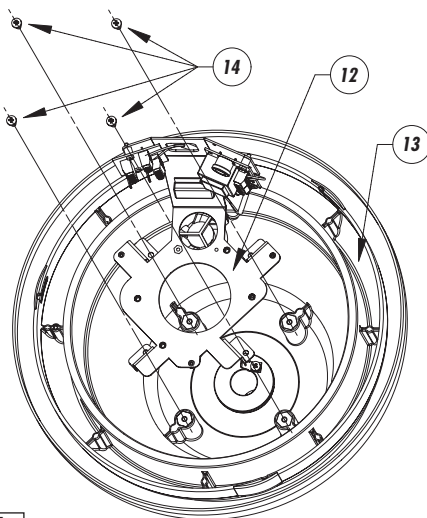
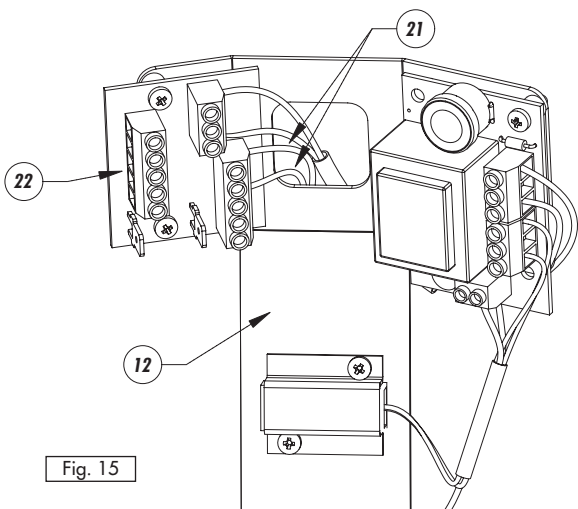

Fig. 11
Fig. 15
- Fissare (Fig. 11) la piastra di riscaldamento (12) con i circuiti precedentemente cablati alla custodia a sfera (13) tramite le viti di fissaggio (14). I cavi in uscita (21) dalla scheda di alimentazione (22) dovranno passare all'esterno della piastra di riscaldamento (12) come illustrato in Fig. 15.
- Après le câblage des circuits, fixer (Fig. 11) la plaque du chauffage (12) au caisson dôme (13) au moyen des vis de blocage (14). Les câbles sortant (21) de la carte d'alimentation (22) doivent passer à l'extérieur de la plaque du chauffage (12) comme en Fig. 15.
- Fix (Fig. 11) the heating plate (12) with the pre-wired circuits to the dome housing (13) using the fastening screws (14). The output cables (21) coming from the power supply board (22) must pass to the external side of the heating plate (12) as shown in Fig. 15.
- Die Heizplatte (12) mit der zuvor verdrahteten Schaltung mit den Befestigungsschrauben (14) am Kugelgehäuse (13) fixieren (Fig. 11). Die Kabel (21) aus der Strom-Versorgungskarte (22) müssen außerhalb der Heizplatte (12) liegen, wie in der Fig. (15) gezeigt.